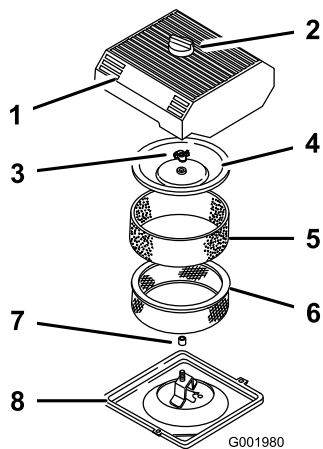

図 39
3. エアクリーナを外したときエンジン内部に異物が入らないよう、周辺をきれいに拭く 図 39。
4. エアクリーナのカバーのノブをゆるめてカバーを外す 図 39。
5. ペーパーエレメントからスポンジエレメントを注意深く取り外す 図 39。
6. カバーナットを外し、カバーとペーパーエレメントを外す 図 39。
1. ペーパーエレメントにスポンジエレメントを注意深く取り付ける 図 39。
3. カバーナットを取り付けて指締めする 図 39。
4. エアクリーナのカバーとノブを元通りに取り付ける 図 39。